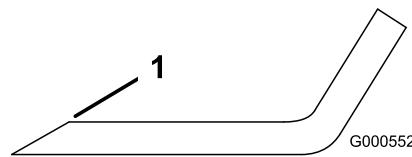
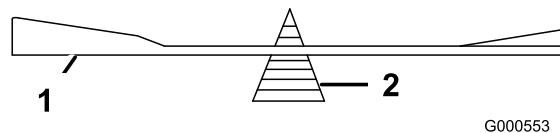

Figura 57
Figura 58
1. Affilate i taglienti da entrambe le estremità della lama con una lima (Figura 57). Rispettate l'angolazione originale. La lama conserva il proprio equilibrio soltanto se viene rimossa una quantità uguale di materiale da entrambi i taglienti.
2. Controllate l'equilibrio della lama posizionandola su un bilanciatore (Figura 58). Se la lama rimane in posizione orizzontale, è bilanciata e può essere utilizzata. Se la lama non è bilanciata, limate del metallo soltanto dalla costa (Figura 57). Ripetete la procedura finché la lama non è perfettamente bilanciata.